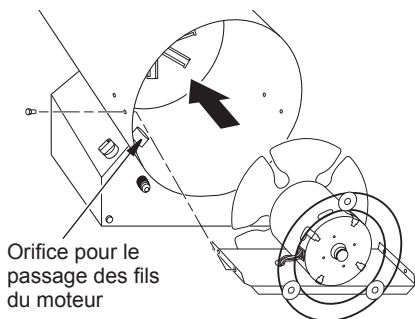

Figure 7 - Remplacement du moteur, du support du moteur et de la grille du ventilateur de l'appareil
14. Acheminez soigneusement les fils du moteur à travers l'orifice de l'habillage (voir figure 7). Installez le moteur, le support du moteur et la grille de protection du ventilateur à l'arrière de l'habillage de l'appareil de chauffage.